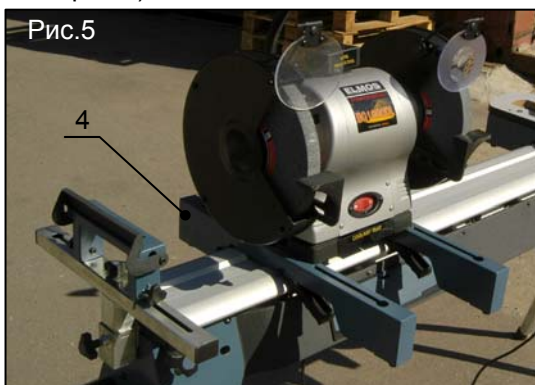

Рис.5
- Установите на верстак две опоры (поз.4, рис.5) под инструмент